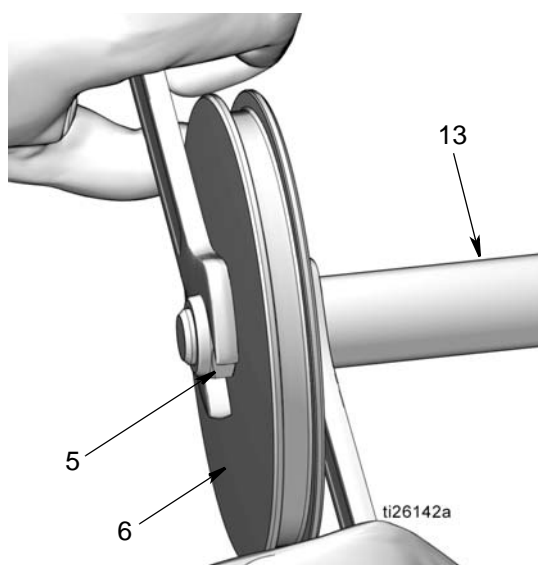

Рис. 48
- d. Накрутите гайку (5) поверх конца штока поршня (13). Используйте два гаечных ключа, действуя в противоположных направлениях, для затягивания гайки. Зафиксируйте один открытый конец гаечного ключа на лысках штока поршня, и используйте второй гаечный ключ для затягивания гайки (5), как показано на Рис. 48.
**ПРИМЕЧАНИЕ:** Открытый конец гаечного ключа, зафиксированный на лысках штока поршня, используется только для надежного удержания штока, **не допускается** проворачивать этот гаечный ключ. Движение этого гаечного ключа могло бы поцарапать или повредить поверхность поршня и стать причиной утечек жидкости во время работы насоса. Проворачивайте только гаечный ключ, удерживающий гайку (5), для затягивания гайки. Затягивайте гайку с усилием 15 - 17 футофунтов (20.3 - 23.1 Н•м).